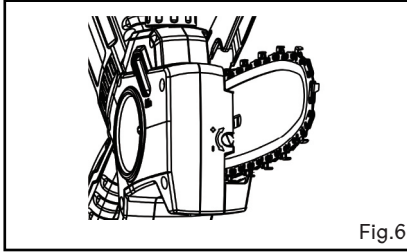

Fig.6
3. Soulevez légèrement l'extrémité du guide-chaîne et réglez la vis de tension de la chaîne (Fig. 6). Utilisez un tournevis cruciforme (non inclus) pour tourner la vis de tension de la chaîne dans le sens des aiguilles d'une montre pour serrer et dans le sens contraire des aiguilles d'une montre pour desserrer.